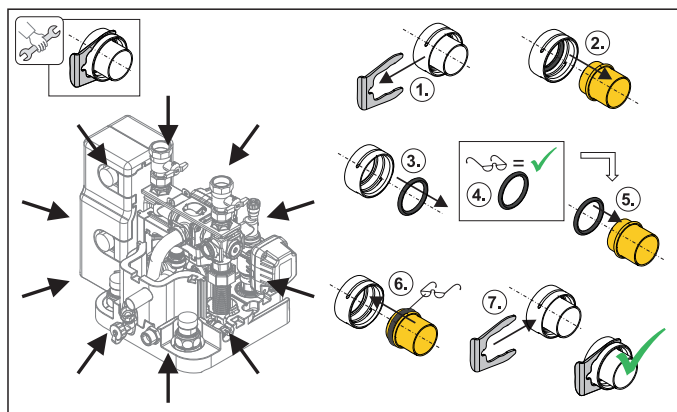

Bild 4-13 Montage der Steckverbindungen
- O-Ringe nach der Demontage bzw. vor der Montage einer Steckverbindung immer auf dem einzusteckenden Teil platzieren (siehe Bild 4-13).